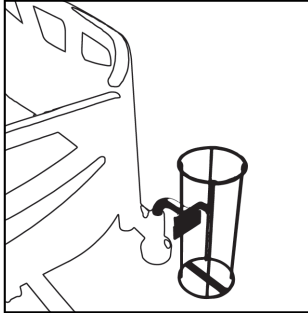
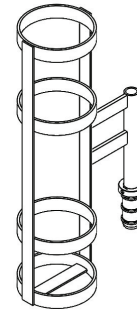

Figura 27 – Instalación del soporte para la botella de oxígeno (MM006)
Figura 28 – Instalación del soporte para la botella de oxígeno (MM061/MM062/MM063)
1. Inserte el soporte para la botella de oxígeno en uno de los dos manguitos para accesorios situados cerca del extremo de la cabeza (Figura 27, Figura 28).